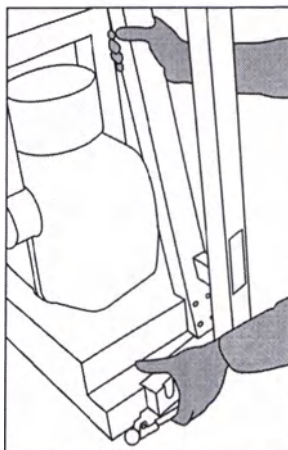

Рисунок 16
- 8) Блок излучателя поднимается двумя людьми, с боковых сторон, каждый удерживает блок излучателя за основание и колонну (или за дужку сложенной подножки и рукоятку блока излучателя) – см. рисунок 16.